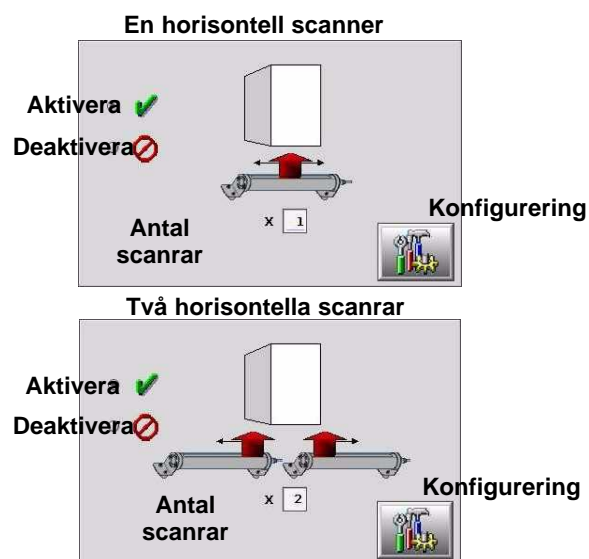

Bild 3-23 Inställning och konfigurering av scanner för in/ut styrning
1. Se bild 3-23. Aktivera scanrarna, mata in antalet scanrar för in/ut styrningar (1 eller 2), tryck därefter på tangenten **Konfigurering**.